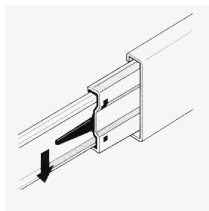
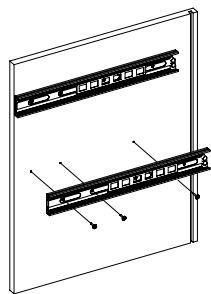

Рис.3
Рис.4
2. Отсоедините от основания телескопических направляющих внутренние планки, отогнув пластиковый рычажок фиксатора (Рис. 3). Основания телескопических направляющих закрепите на деталях 2, 3 винтами М5x8 (Рис. 4). **!!!** Приложите телескопическую часть отверстиями к отверстиям на боковине комода, чтобы они были отцентрованы относительно друг друга. Вкрутите винты М5x8 с помощью шуруповерта, приложив немного усилий. **Внимание:** винт М5x8 должен заходить с натягом для максимально плотной фиксации телескопических направляющих.